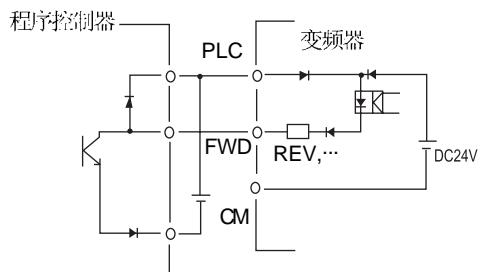

图 2-3-11
- ①接点信号输入端子 (FWD、REV、X1-X9 等) 和 CM 端子间一般是闭合/断开 (ON/OFF) 动作。使用外部电源配合程序控制器的开路集电极输出 ON/OFF 控制，有时会发生电源窜扰，造成误动作。在这种场合，应使用 PLC 端子，按图 2-3-11 所示方法连接。
- ②接点输入控制时，为防止发生接触不良，应使用对弱信号接触可靠性高的接点。